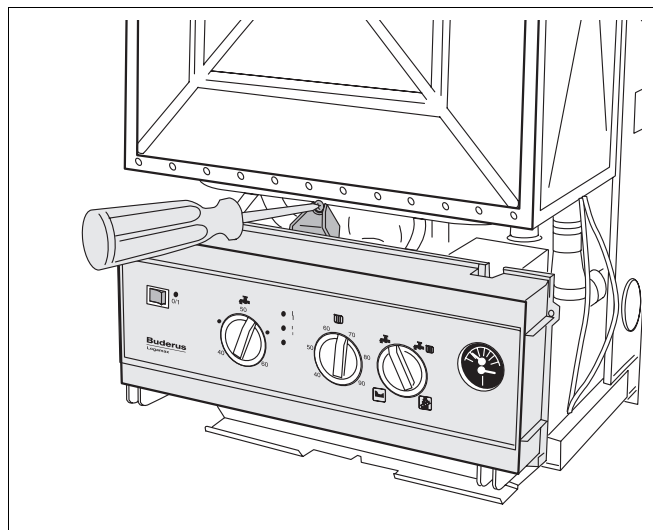

Рис. 9 Замена панели управления
- Отвернуть винты панели управления (рис. 9).